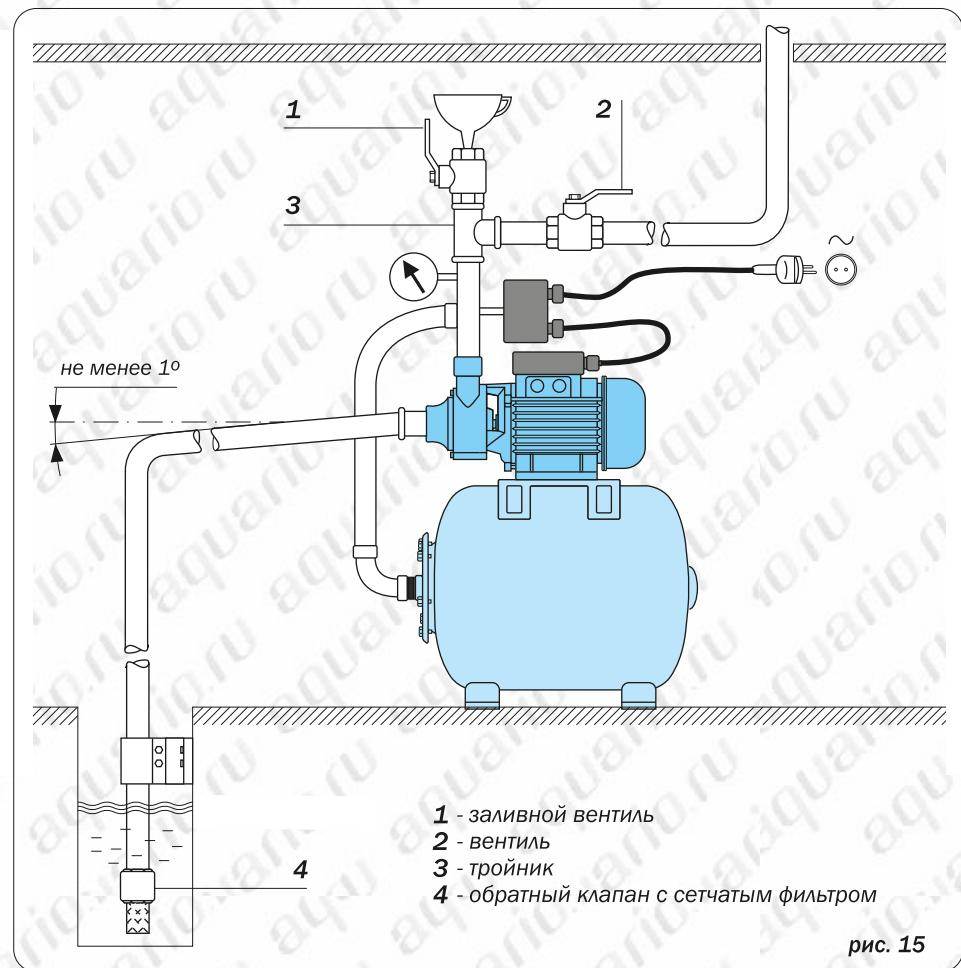
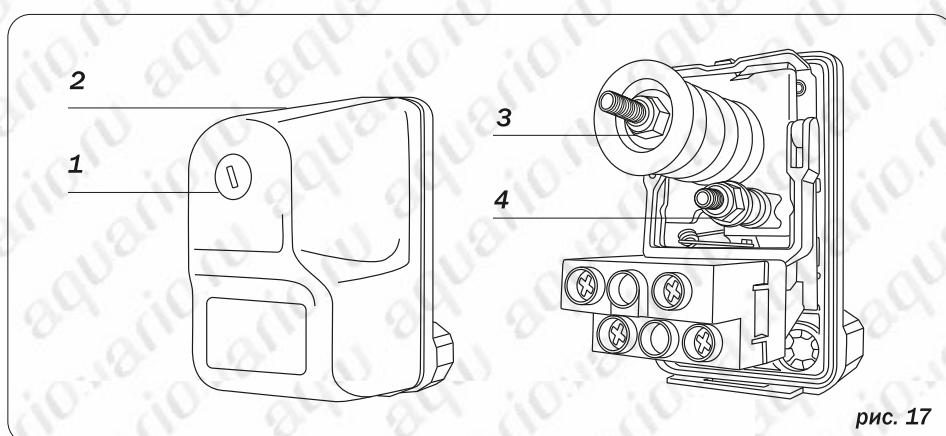

рис. 15
рис. 17
- При монтаже всасывающего трубопровода необходимо обеспечить непрерывный уклон трубы от насоса к источнику водозабора не менее 1 градуса для исключения скопления пузырьков воздуха и образования воздушных пробок. Рис. 15.
- Для облегчения процедуры заполнения насоса и всасывающей магистрали водой предлагается установить дополнительный заливной вентиль (1) рис. 15. В рабочем состоянии этот кран должен быть закрыт.
- Для насосной станции рекомендуется в напорной магистрали на выходном патрубке установить вентиль (2) рис. 15, 16. Он пригодится при регулировке реле давления, позволяя не отходя от насосной станции перекрывать и открывать напорную магистраль. Кроме того, при демонтаже станции этот кран будет препятствовать вытеканию воды из напорной магистрали.
1. Выкрутить пробку заливного отверстия (рис. 5) и открыть заливной вентиль (1) (рис. 15).
2. Закрыть вентиль (2) (рис. 15, 16).
4. Чуть-чуть приоткрыть вентиль (2) для обеспечения выхода остатков воздуха из насоса.
**Для регулировки реле (рис. 17):**
1. Открутить крепежный пластмассовый винт (1), снять с реле крышку (2).
2. Вращением гайки (3) отрегулировать нижнюю границу рабочего диапазона, т.е. давление, ниже которого происходит включение насоса. Вращение по часовой стрелке увеличивает давление включения насоса; против часовой стрелки – уменьшает.
3. Вращением гайки (4) отрегулировать разность между давлением включения и выключения насоса, т.е. настроить верхнюю границу рабочего диапазона, при достижении которой насос отключается. Вращение по часовой стрелке увеличивает разницу между нижней и верхней настройкой; против часовой стрелки – уменьшает. При этом настроенное ранее давление включения (нижняя граница рабочего диапазона) не меняется.
Значения настроенных давлений контролируются по манометру при закрытии и открытии вентиля (2) (рис.15, 16).